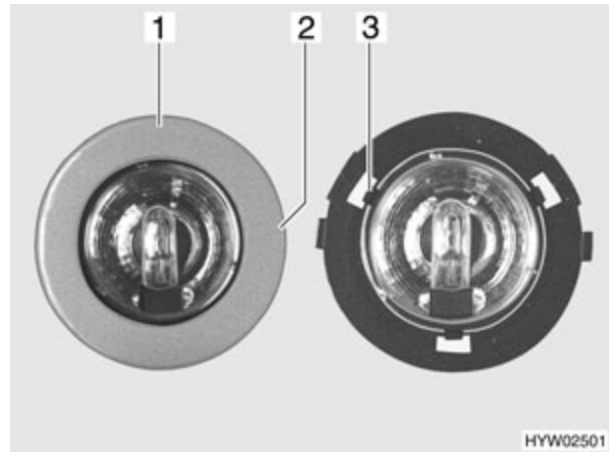

Fig. 196 Lámpara halógena (variante 2)
- Girar lentamente el aro (Fig. 196,1) hasta que el saliente (Fig. 196,2) de la carcasa encaje en la ranura que hay debajo del aro.
- Tres pinzas (Fig. 196,3) sujetan el vidrio de la lámpara halógena en la carcasa. Presionar hacia un lado una de las tres pinzas.